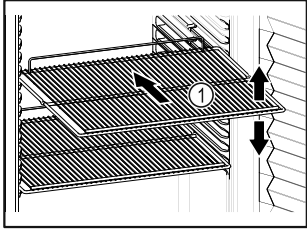

Fig. 58 Primjer izgleda
- Ako su rešetke za polaganje Fig. 58 (1) pomične, prilagodite ih po visini.